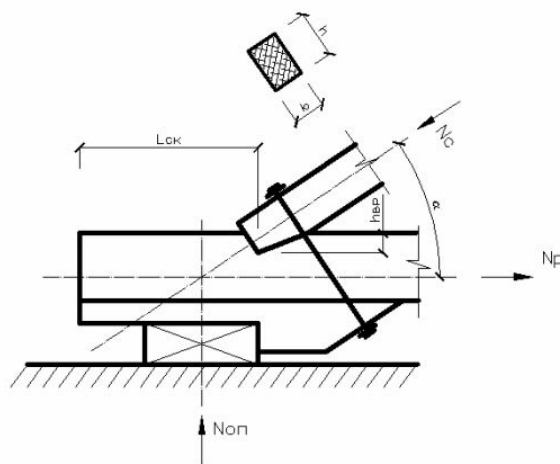

Рисунок 6. Лобовая врубка
5.3 Проверить прочность лобовой врубки с одним зубом опорного узла фермы. Стержни верхнего и нижнего пояса имеют сечения $b \times h$ и в них действуют усилия сжатия N_c . Сжатый стержень наклонен под углом α к растянутому. Глубина врубки $h_{вр}$. Расстояние от нижней точки врубки до конца пояса $L_{ск}$ (рисунок 6).